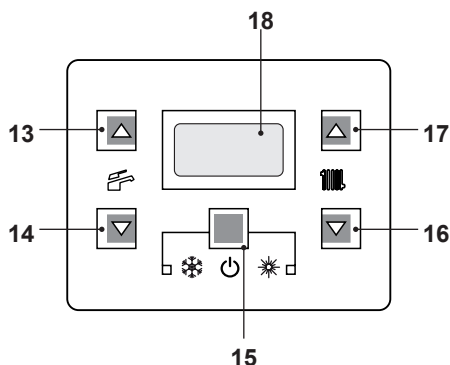

Figura 6.6
- Tenere premuto per 2 secondi il tasto 15 fino a far apparire sul display entrambe i simboli e , Figura 6.6.
- Spegner la caldaia tenendo premuto per 2 secondi il tasto 15 (Figura 6.6) fino a far apparire sul display LCD il simbolo  (Figura 6.5).